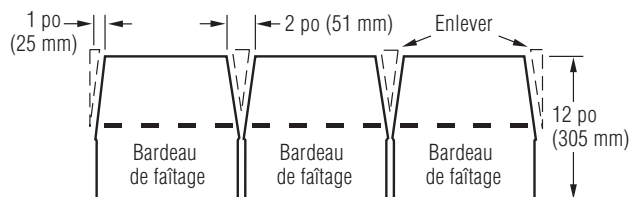

Figure 10-24 : Enlever les jupes, puis tailler les bardeaux pour fabriquer les bardeaux de faitage.
2. Pour fabriquer les pièces de recouvrement, découper des bardeaux entiers à la ligne de jonction des jupes. Découper ensuite les bardeaux de la façon illustrée à la *figure 10-24*.